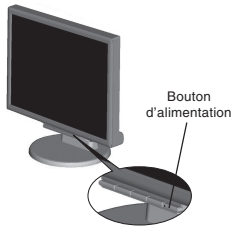

Figure C.1
- Allumez le moniteur avec le bouton d'alimentation situé à l'avant ainsi que l'ordinateur (Figure C.1).